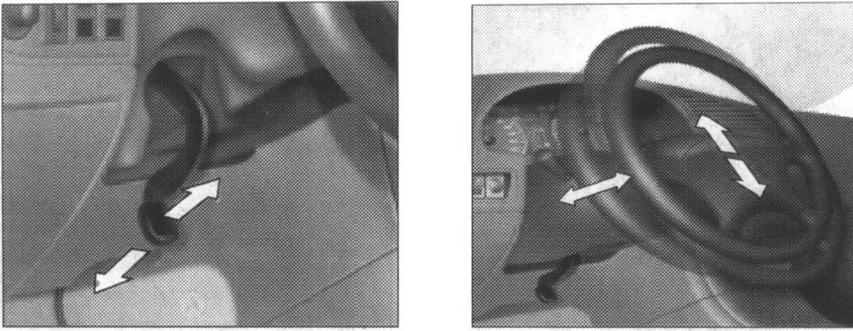

图 1-2-10 转向盘的位置调整
①头枕的调整：头枕高度及倾斜度可调，要卸掉头枕，按住根部的按钮，向上提起即可。
②靠背倾斜角的调整：转动手动调节旋钮（或按电动调节钮），可调整靠背的倾斜角。
③驾驶座高度调整：拔出并扳动调整手柄，使驾驶员座椅调到所需的高度。
④前后调整：提起调节杆，调到所需位置。
⑤腰部支撑：转动调整旋钮调节腰部支撑。
**(七) 转向盘位置调整 (图 1-2-10)**